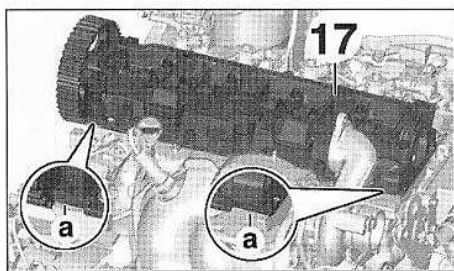

FIG.84
- Décoller le carter-paliers d'arbre à cames en prenant appui sur les zones (a) (Fig.84).
- Déposer le carter-paliers d'arbre à cames (17).